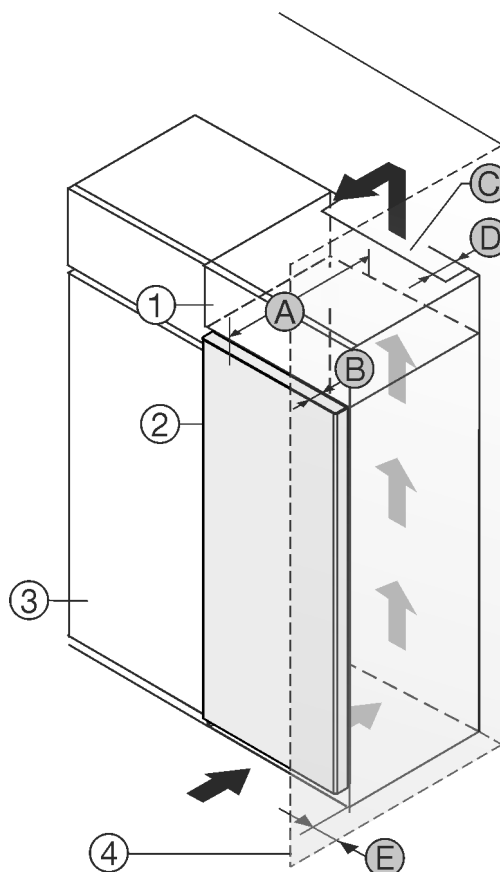

Fig. 1
- (1) Opbouwkast \*
- (2) Apparaat \*
- (3) Keukenkast \*
- (4) Wand \*
- (A) Diepte apparaat \*
- (B) Diepte deur \*
- (C) Ventilatie doorsnede \*
- (D) Afstand achterzijde apparaat \*
- (E) Afstand tot apparaatzijde \*
U kunt het apparaat direct naast de keukenkast Fig. 1 (3) opstellen.\*
Aan de achterzijde van de opzetkast moet een luchtafvoerkanaal met de diepte Fig. 1 (D) over de volledige breedte van de opzetkast aanwezig zijn.\*
Onder het plafond moet de ventilatie doorsnede Fig. 1 (C) worden aangehouden.\*
Als u het apparaat met de scharnieren naast een wand Fig. 1 (4) plaatst, moet de afstand tussen het apparaat en de wand minimaal 13 mm bedragen.\*
Om de deuren volledig te kunnen openen, moet het apparaat overeenkomstig de deurdiepte Fig. 1 (B) ten opzichte van het keukenkastfront uitsteken. Afhankelijk van de diepte van de keukenkasten Fig. 1 (3) en het gebruik van de wandafstandshouders kan het apparaat verder uitsteken.\*